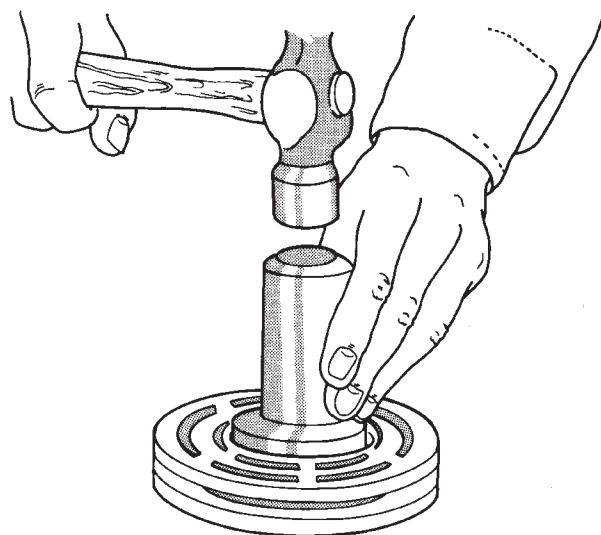

Fig. 27 Instalação do Rotor
- (5) Coloque o conjunto da ferramenta da guia na cavidade do rolamento do rotor. Assegure-se de que a extremidade externa da ferramenta se apóia firmemente sobre a pista interna do rolamento do rotor (Fig. 27).